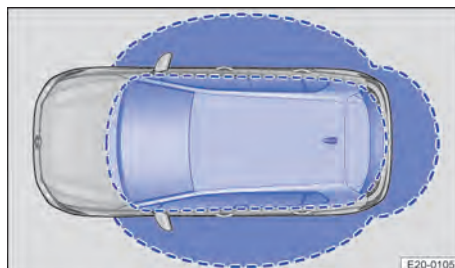

Abb. 55 Keyless Entry: Näherungsbereiche.
1. Wenn der Fahrzeugschlüssel in einem Näherungsbereich → **Abb. 55** erkannt wird, wird das Fahrzeug entriegelt. Alle Blinkleuchten blinken zweimal.